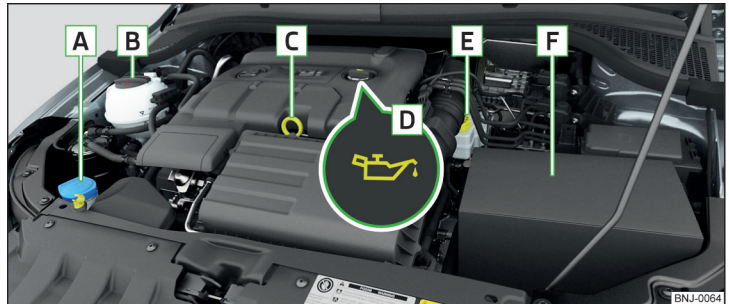

Abb. 157 Prinzipdarstellung: Motorraum
Anordnung im Motorraum » Abb. 157
- Den Deckel der Motoröleinfüllöffnung abschrauben » Abb. 157 auf Seite 156.